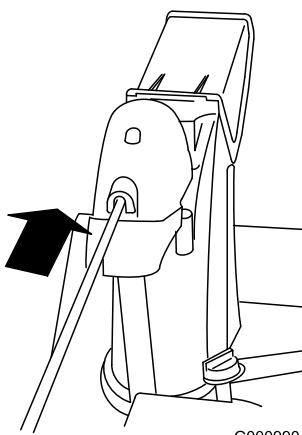

Figura 16
4. Inserite l'estremità anteriore dell'asta nell'apertura sulla parte posteriore del coperchio ingranaggi del cammino di scarico fino a quando non scorre negli ingranaggi del cammino di scarico (Figura 16).